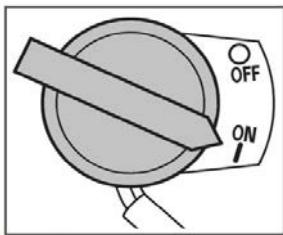

Рис. 17 Выключатель зажигания
5. Выключатель зажигания переведите в положение «ON» (Включено) (Рис. 17).
При возникновении аварийной ситуации, для экстренной остановки мотоблока переведите выключатель зажигания в положение "OFF" (Выключено) (Рис. 17).
2.Переведите выключатель зажигания в положение «OFF» (Выключено) (Рис. 17).